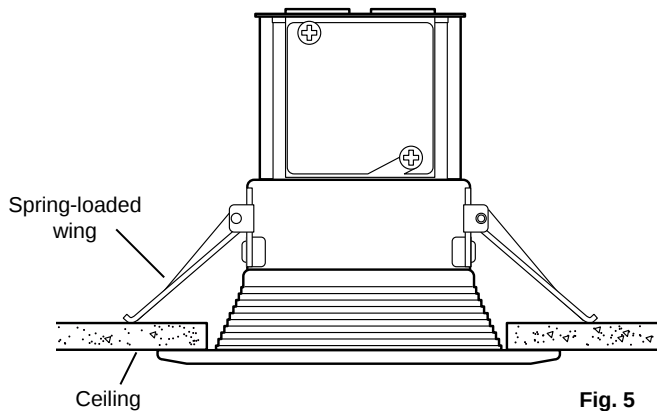

Fig. 5
- Continue inserting the fixture into the hole, while continuing to squeeze the spring-loaded wings. When the wings reach the hole edge, release them and push up the fixture until both wings flip down onto the ceiling surface. (Fig. 5)
- Continuar insertando la luminaria empotrable en el agujero, sin dejar de apretar las alas de resorte. Cuando las alas alcanzan el borde del agujero, liberarlas y empuje la luminaria empotrable hacia arriba hasta que ambas alas voltear hacia abajo sobre la superficie del techo. (Fig. 5).